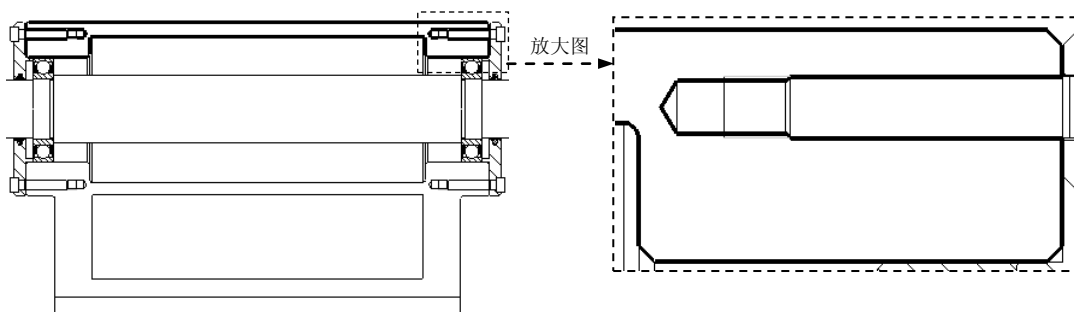

图 3.9.18 创建“使用边 (三)”
⑥ 创建图 3.9.18 所示的“使用边 (三)”。
⑦ 在图形区框选创建的所有“使用边”, 选择下拉菜单 **草绘** → **剖面线/填充** 命令, 采用系统默认的横截面名称, 单击 ☒ 按钮, 在系统弹出的 **MOD XHATCH (修改剖面线)** 菜单中, 设置剖面线的角度值为 45, 间距值为 3.8, 最后选取 **Done (完成)** 命令, 完成基座剖面线的修改。